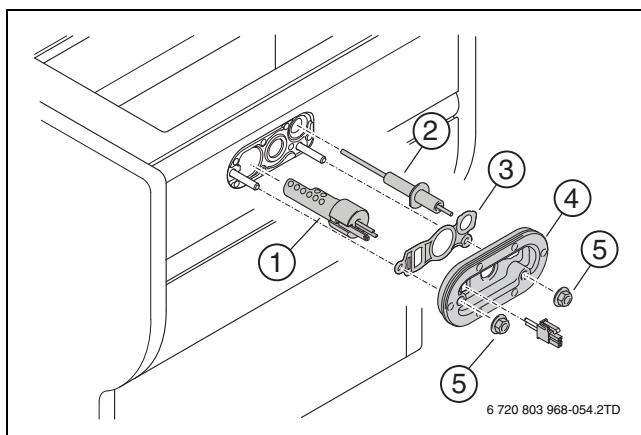

Fig. 59 Înlocuirea instalației de aprindere
- ▶ La fiecare 4 ani garnitura de etanșare (→ fig. 59, [3]) și placă de acoperire trebuie înlocuite cu garnitura de etanșare (→ fig. 59, [4]).